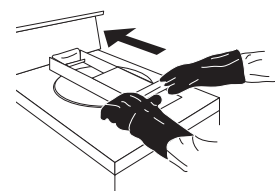

FIGURE 12
- C. Puis, lorsque le couvercle est en position abaissée, utilisez une main pour déplacer le guidon afin de l'ouvrir (figure 12).